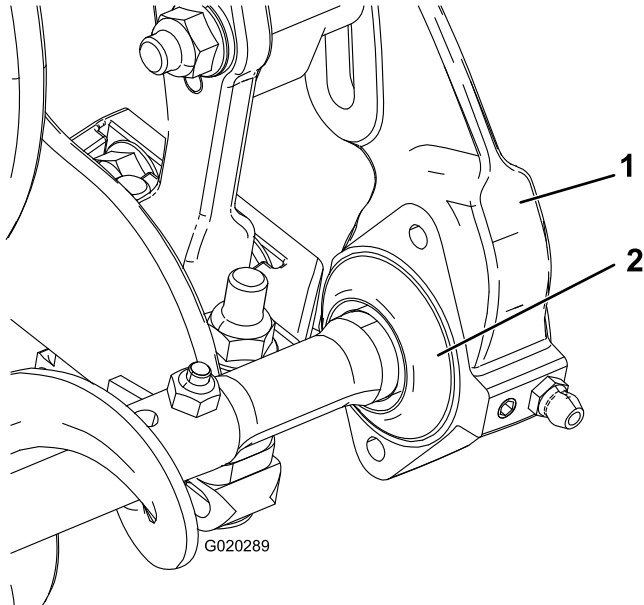

図 6
1. 各エクスクルーダシールを外側にずらし、シールのリップがそれぞれのベアリングハウジングに軽く接触するようにする 図 6。